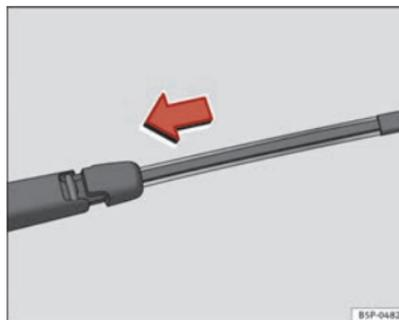

Fig. 140 Colocar la escobilla de limpiaventana ▶
- Sitúe la escobilla, tal como se indica en la ⇒ fig. 140 y deslice el adaptador hasta que encastre.